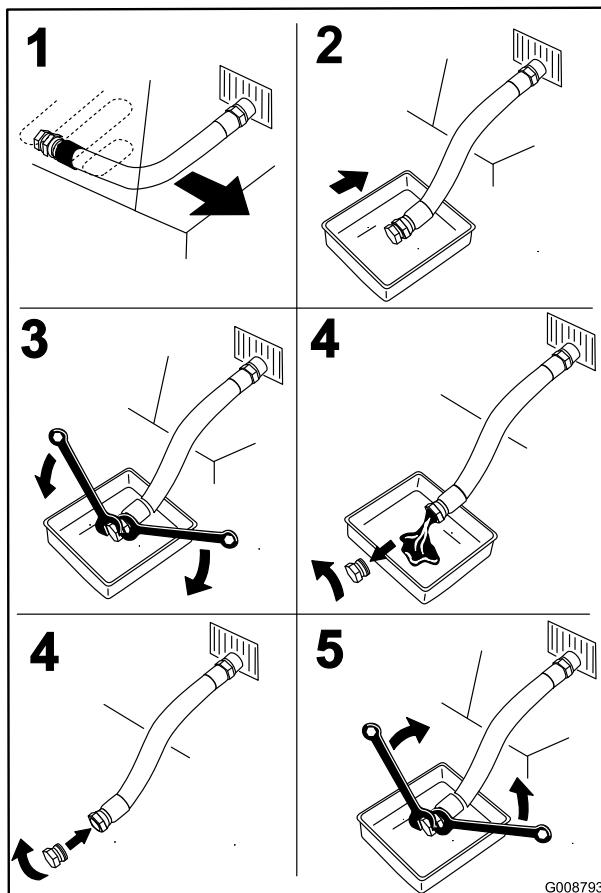

Figure 39
4. Vidangez et changez l'huile moteur (Figure 39).